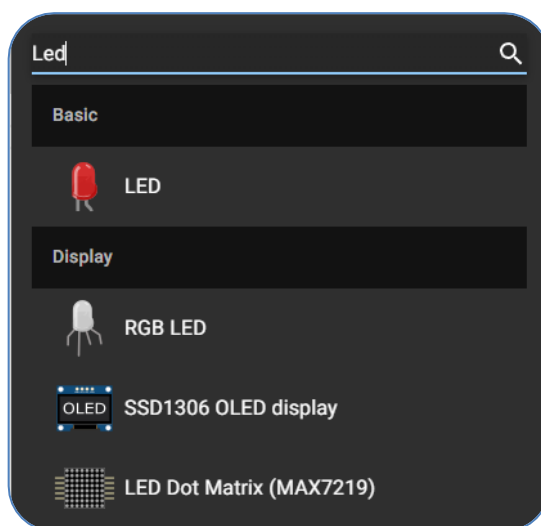

Рис. 1.7. Меню вибору компонентів
2. Оберіть звичайний світлодіод «LED» (рис. 1.7).